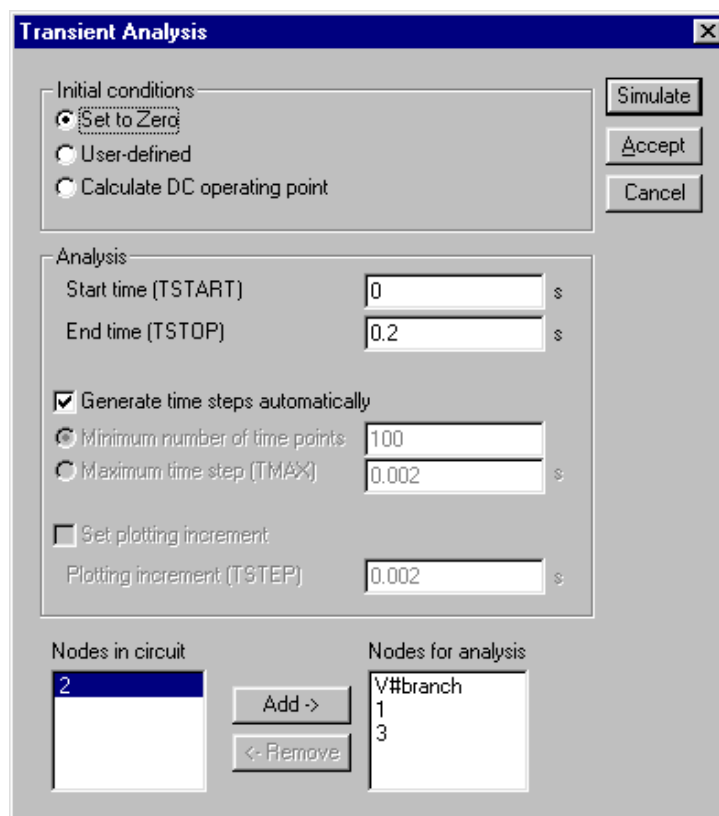
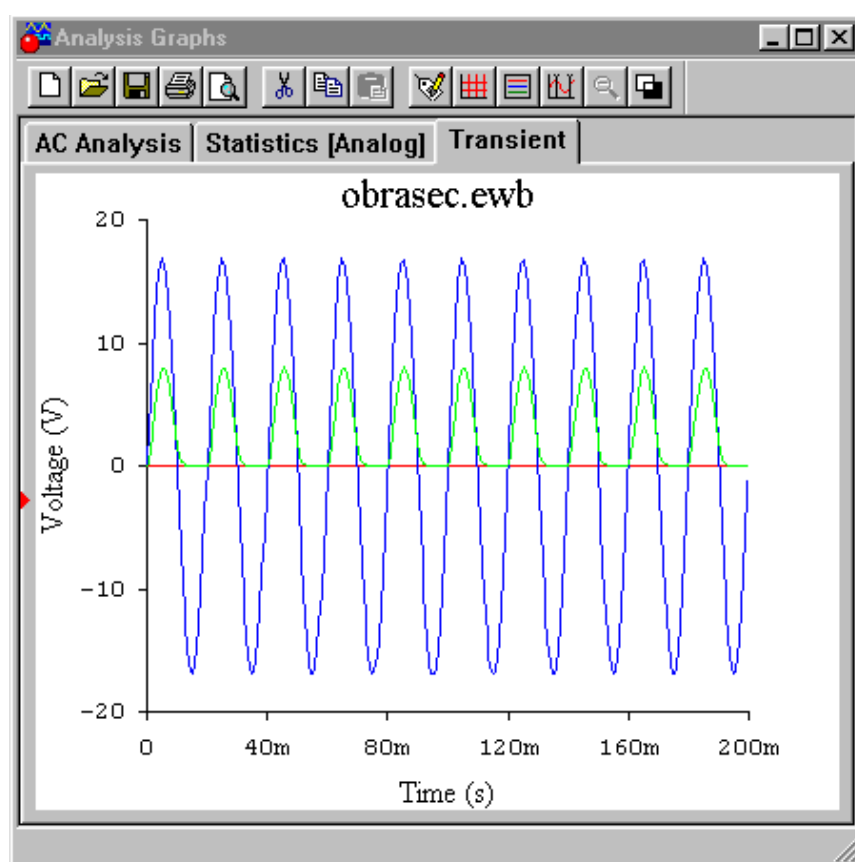

Рис. 39. Диалоговое окно задания режима расчета переходных процессов
Рис. 40. Результаты расчета переходных процессов
**Команда *Transient* меню *Analysis*** (рис. 26) запускает режим расчета переходных процессов. Диалоговое окно команд (рис. 39) содержит следующие настройки:
Результаты моделирования переходных процессов в схеме (рис. 1) для параметров, заданных в окне на рис. 39, представлены на рис.40.